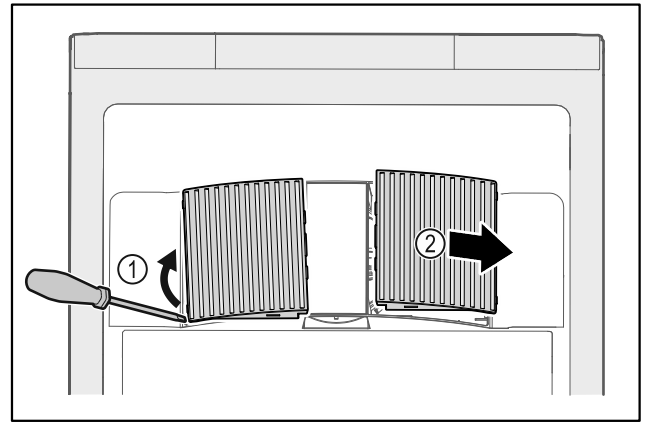

Fig. 141
- ▶ Väännä tuulettimen suojuksen varovasti sivulta pois paikaltaan Fig. 141 (1) ja poista suojuksen etukautta Fig. 141 (2).